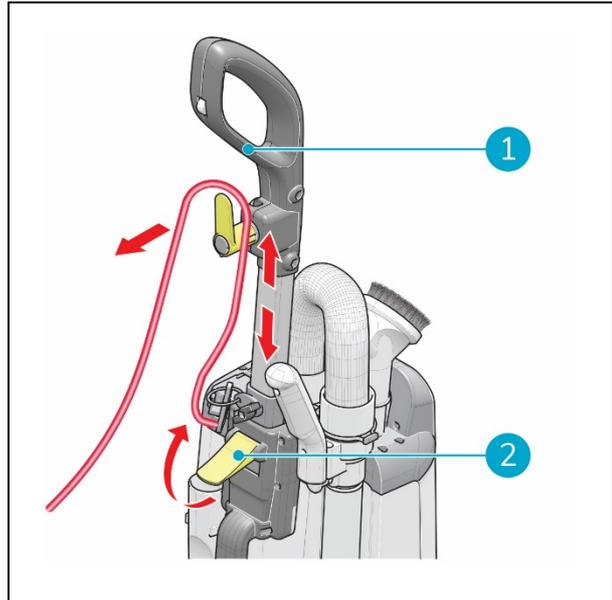

Figura 15
1. Rilasciare il fermo (Figura 15, pos 2).
2. Regolare l'altezza della maniglia (Figura 15, pos 1) in una posizione comoda.
3. Fissare il fermo (Figura 15, pos 2).